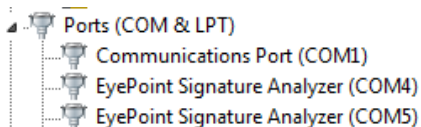

Рисунок 7. Отображение устройств после установки драйвера
7. После установки драйвера в разделе устройств «Порты (COM и LPT)» должны появиться два устройства EyePoint Signature Analyzer (Рисунок 7), номера COM портов могут отличаться.